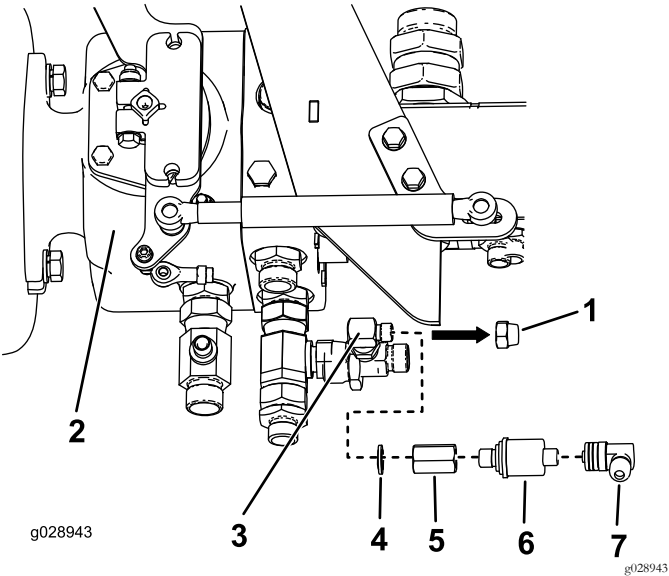
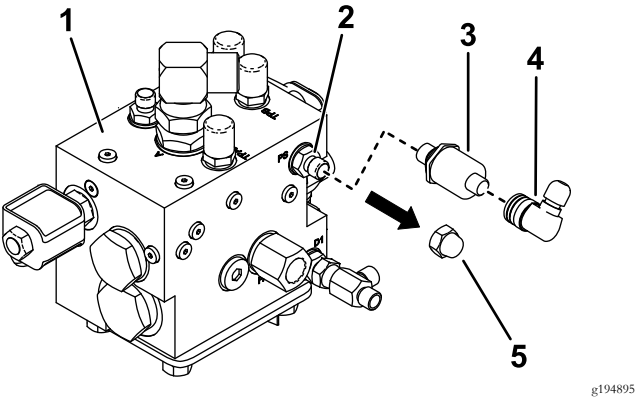

Figura 12
Figura 13
1. **Modelos 30654, 30655 y 30656:** localice los 3 conectores de manguera situados en el lado derecho de la bomba de la transmisión. La conexión inferior delantera de la bomba tiene un acoplamiento en T con un tapón ciego (Figura 12).
Modelo 30657: localice la parte trasera del colector de la transmisión. Hay un orificio marcado como "PS" equipado con un adaptador y un tapón ciego (Figura 13).
2. **Modelos 30654, 30655 y 30656:** Retire el tapón ciego y conecte el adaptador del interruptor de presión usando una junta de caucho-metal (Figura 12).
Modelo 30657: Retire el tapón/adaptador y la junta de caucho metal del orificio "PS" (Figura 13).
3. Conecte el interruptor de presión y apriete a 34 N·m (Figura 12 o Figura 13).
5. Instale el conector del interruptor de presión al interruptor de presión (Figura 12 o Figura 13).